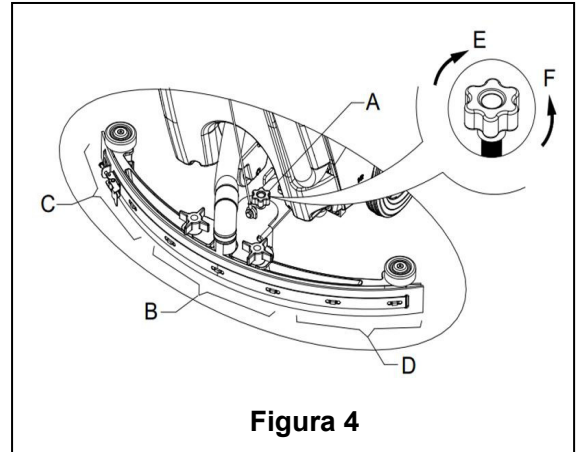

Figura 4
9. Instale o squeegee e aperte-o bem no guião (16). Conecte o tubo de vácuo (11) para desperdícios ao squeegee.
10. Ajuste o squeegee através do punho de ajuste (A) do squeegee (veja a **Figura 4**).